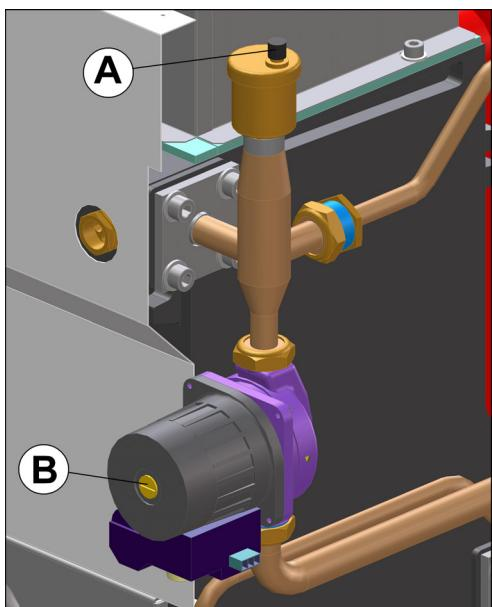

Fig. 7.1
- 7 Sulle caldaie **PE-WT100** allentare il tappo della valvola di sfiato automatico (A in fig. 7.1).
- 7 On **PE-WT100** boilers, loosen the automatic bleed valve cap (A in fig. 7.1).
- 7 En las calderas **PE-WT100** aflojar el tapón de la válvula de purga automática (A en la fig. 7.1).
- 13 Procedere allo sfiato dell'aria nel circolatore allentando il tappo (B in fig. 7.1). Nel caso sia necessario eseguire lo sblocco del circolatore, togliere completamente il tappo e girare il rotore nel senso della freccia posta sulla targhetta.
- 13 Bleed off air from the circulator pump, loosening the cap (B in fig. 7.1). If the circulator needs to be unjammed, remove the cap completely and turn the rotor in the direction of the arrow on the plate.
- 13 Purgar el aire en la bomba de circulación aflojando el tapón (B en la fig. 7.1). En caso de que sea necesario desbloquear la bomba de circulación, sacar totalmente el tapón y girar el rotor en el sentido indicado por la flecha que se encuentra en la placa